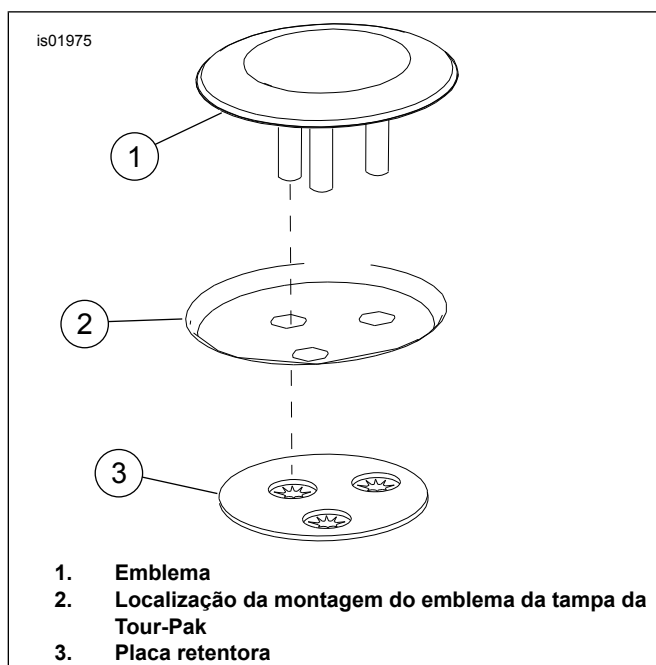

Figura 3. Instalação do emblema
12. Veja a Figura 3. Instale o emblema (1) no local de montagem da tampa da Tour-Pak (2) e fixe com a placa retentora (3). Mantenha o emblema firmemente no lugar contra a tampa da Tour-Pak, instale a placa retentora sobre as pontas do emblema. Pressione a placa retentora firmemente contra a tampa da Tour-Pak para afixar o emblema no lugar.